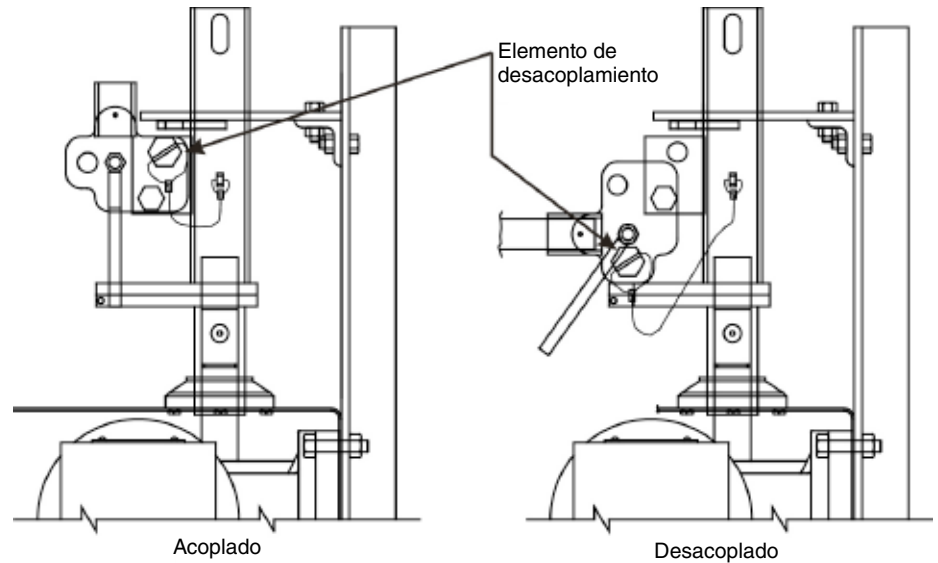

Figura 7.
- a** Quite el elemento desacoplador (ver *Figura 7*).